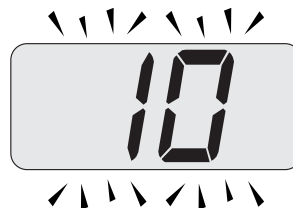

Figura 5.39
- Pulse simultáneamente los botones 15 y 17 (Figura 5.36) hasta que aparezca en la pantalla LCD el valor del parámetro 11 (10=60 segundos) (Figura 5.39).